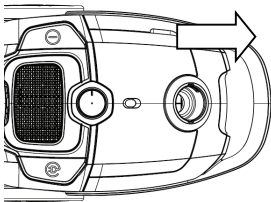

Рис. 6
При перемещении по комнате переносите пылесос только за ручку (1) (Рис. 6).